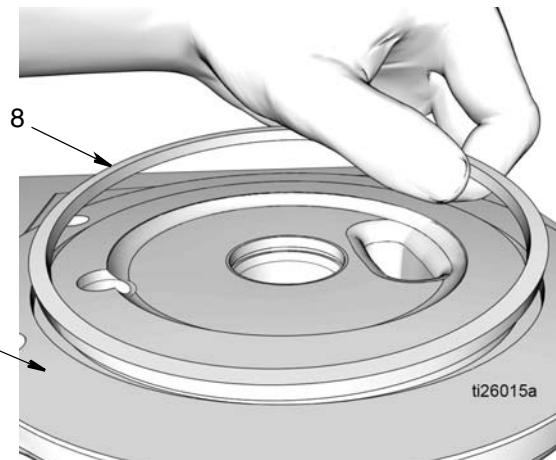

图 45
- 在方 O 形圈 (8) 上抹上薄薄一层滑脂。将方 O 形圈 (8) 安装在泵底座 (1) 的沟槽中，如图 45。